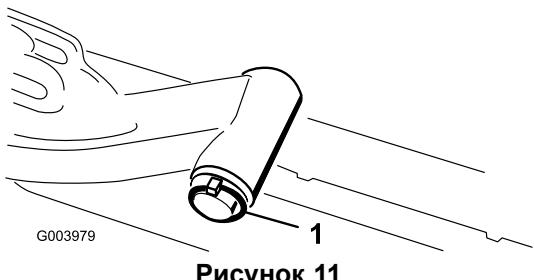

Рисунок 11
- Снимите шплинт и шайбу, которые крепят вал оси поворота подъемного рычага к подъемному рычагу, и снимите вал оси поворота с подъемного рычага (Рисунок 11).
- C. Вставьте вал подъемного рычага в подъемный рычаг и зафиксируйте шайбой и шплинтом (Рисунок 11).